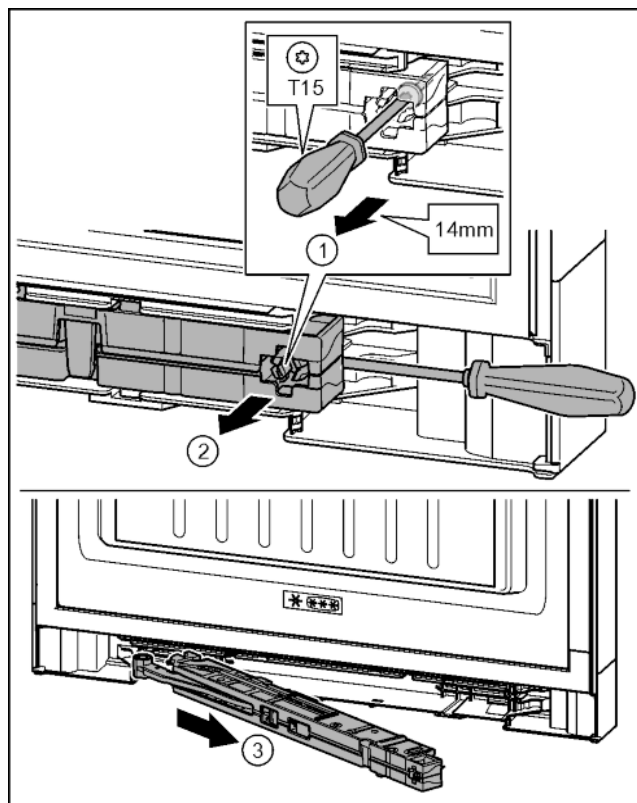

Fig. 18
- ▶ Ослабить винт на узле амортизатора с помощью отвертки T15 примерно на 14 мм. *Fig. 18 (1)*
- ▶ Переместить отвертку со стороны ручки за узел амортизатора. Повернуть узел вперед. *Fig. 18 (2)*
- ▶ Вытащить узел амортизатора. *Fig. 18 (3)*